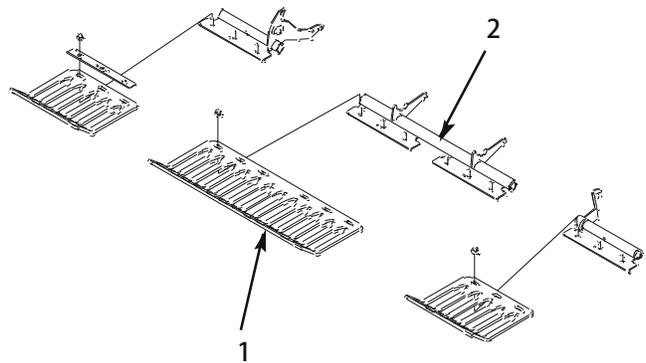

図 24
3. ターフ・ガード・ブラケットにターフ・ガード 4 本を仮止めする (図24; 全部で 12 本のフランジ・ナットを使用)。この時点ではまた本締めしないこと。
注: ターフ・ガード・クランプとフランジ・ナットはターフ・ガード・ブラケットに取り付けて出荷されています (図24)